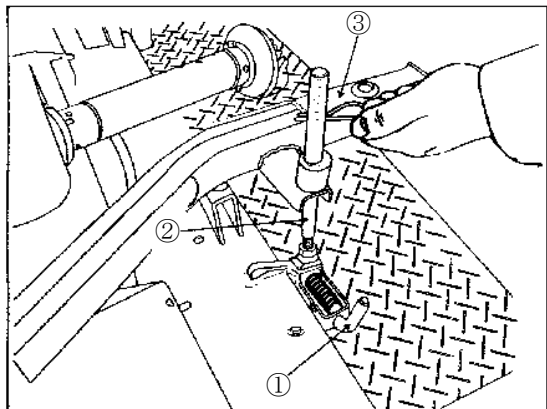

Figure 11
1. Pull the lock pin ① of the mower and install the lift rod ② to the mower. See Figure 11.
2. Install snap pins ③. Refer to the "CUTTING HEIGHT" section for adjustment.
1. Chasser la goupille de verrouillage ① de la tondeuse et installer la tige de levage ②. Voir Figure 11.
2. Installer des joncs ③. Se reporter à la section "HAUTEUR DE COUPE" pour l'ajustement.